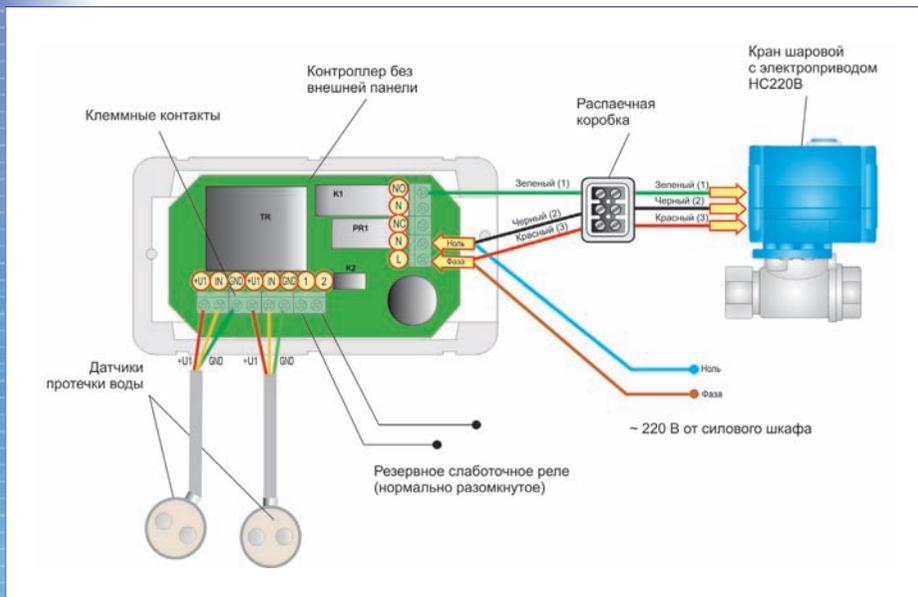

Рис. 10 Схема подключения к контроллеру СКПВ220В-стандарт датчиков протечки воды и крана шарового с электроприводом.
Напряжение питания на контроллер подается из силового шкафа (рекомендуется через УЗО на 30 мА). В контроллере необходимо расключить фазу и ноль согласно схеме подключения (рис. 10).
- выполните соединение проводов в соответствии со схемой (рис. 10).